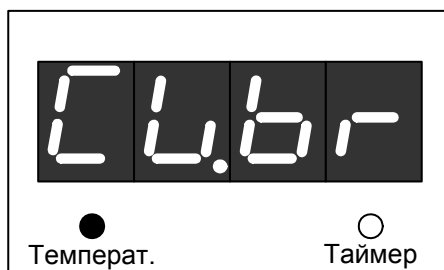

Рисунок 23.
7.2. Меню «калибровка усилителя термопары» (рис. 23.).